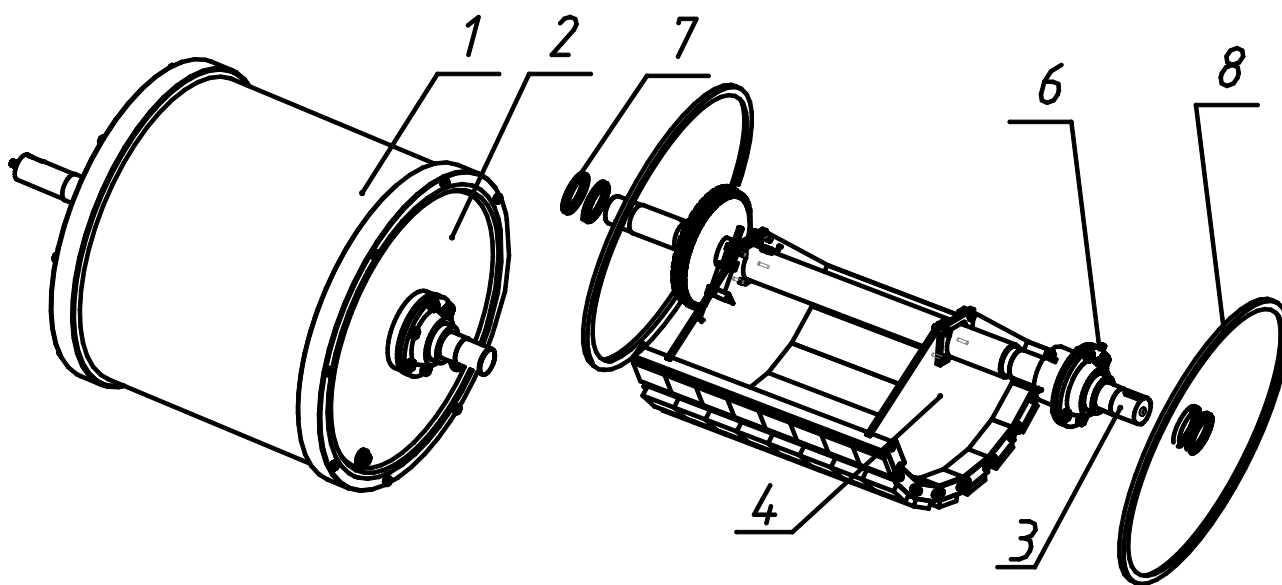

Рис.3. Магнитный барабан
4.1.1. Магнитный барабан изображен отдельно на рис. 3.. Он представляет собой обечайку 1 из немагнитной стали с крышками 2 из немагнитного материала.